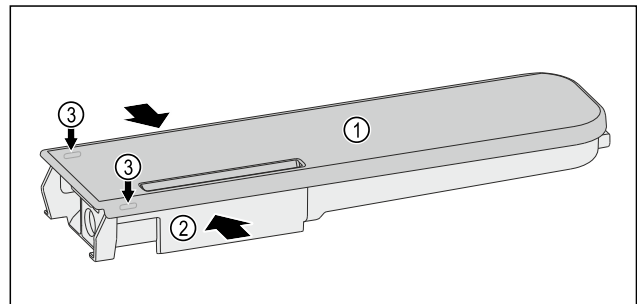

Fig. 119
- ▶ Wasserbehälter Fig. 119 (2) zusammendrücken und Deckel Fig. 119 (1) vorsichtig über die Rastnasen Fig. 119 (3) hebeln und hochziehen.
- ▶ Deckel Fig. 119 (1) leicht hin- und herbewegen und nach oben entnehmen.